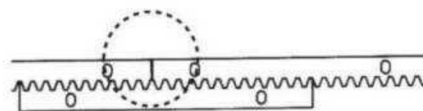

Fig.7
- Es recomendable Instalar los Empalmes de la Cremallera, Colocando una Cremallera como Guía Ver (Fig.7). Para que los Dientes se Acoplen Perfectamente en el Engrane del Operador Corredizo.
Importante: El Empalme entre las Cremalleras y el Engrane debe de ser Exacto. Asegúrese que el Paso ente los Dientes de Una y Otra Cremallera sea Igual. Empleando la técnica de la imagen Ver (Fig. 7). Con ello podemos asegurar una vida útil prolongada del Operador y Portón Corredizo.